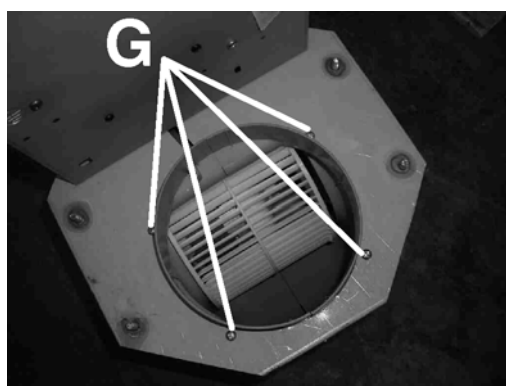

Fig. 12
9. Rimuovere le 4 viti (G) che fissano il blocco motore (Fig. 12).